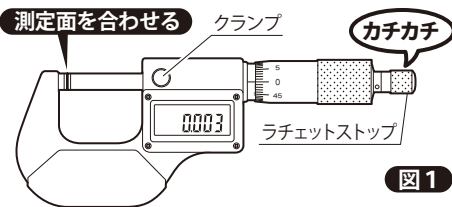

図1
- ①アンビル・スピンドルの測定面を脱脂し、グラスペーパーなどで拭き取って異物が付着していない状態にしてください。
- ②クランプを回してゆるめ、ラチェットストップを持ってシンプルを回し、測定面を合わせます。測定面が合ってから、ラチェットが『カチカチ』と1～3回鳴った所で停止してください。 **図1**